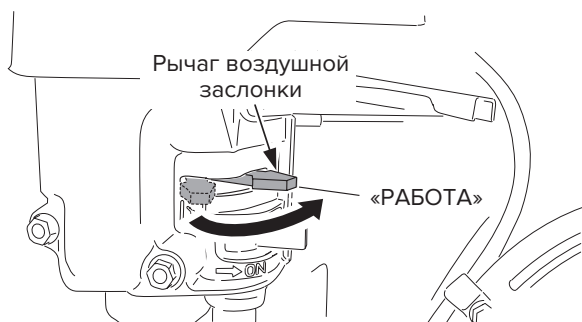

Рис. 12
7. После запуска двигателя вы услышите характерные звуки. Переместите рычаг воздушной заслонки до полного открытия (рис. 12).